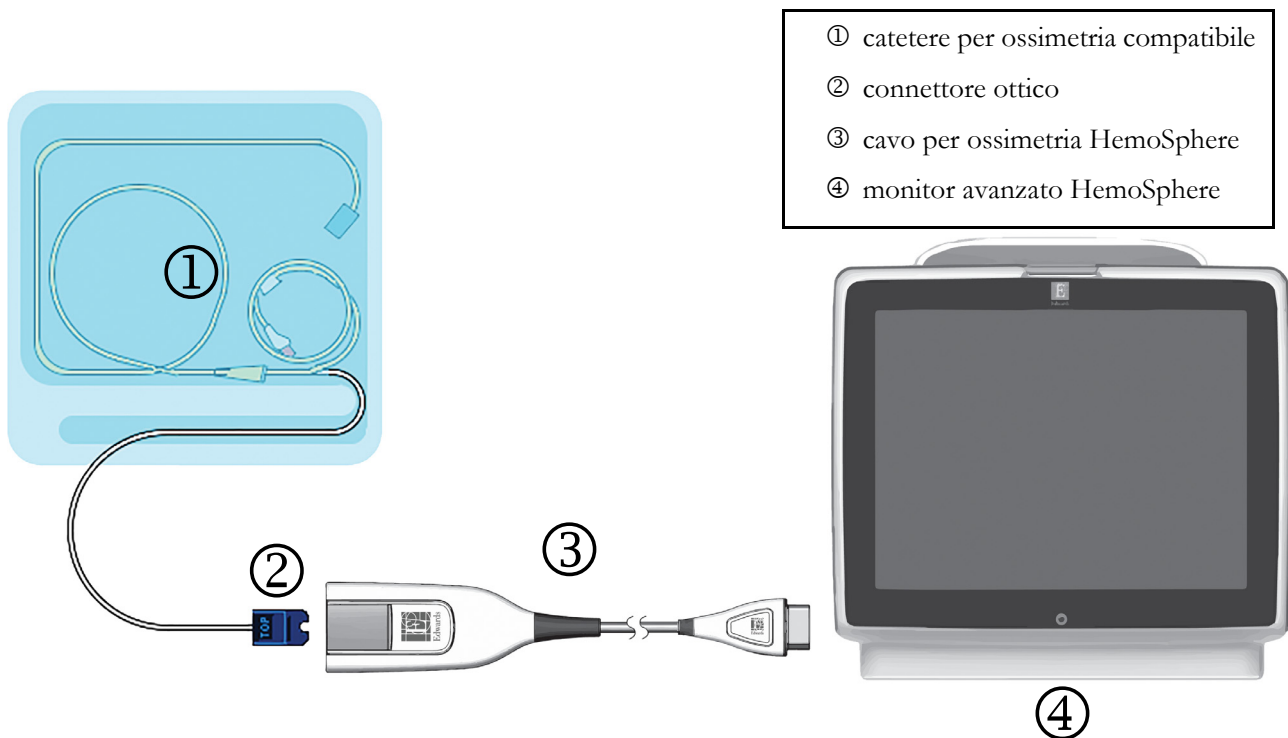

Figura 4-3 Panoramica della connessione di ossimetria
- 1 Collegare il cavo per ossimetria HemoSphere al lato sinistro del monitor avanzato HemoSphere. Vedere la figura 4-3.